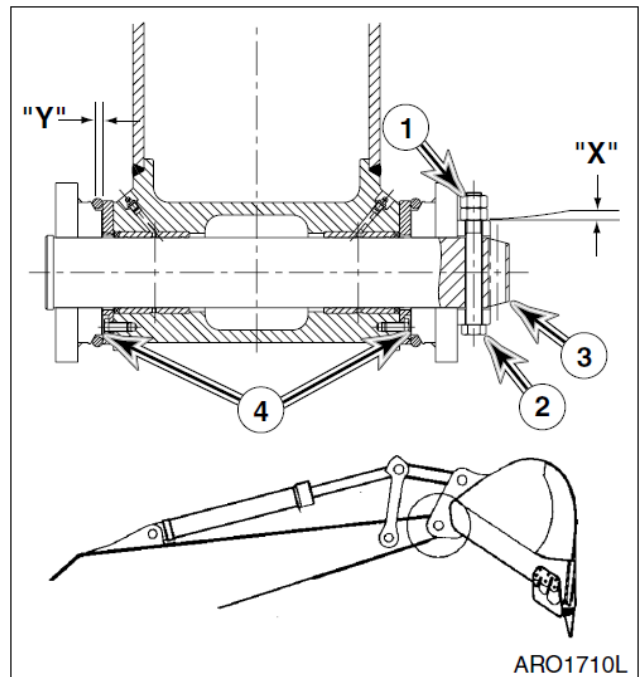

Рис. 10
2. Сместить ковш в сторону и проверить поперечный люфт под уплотнительными кольцами в точке присоединения. Суммарный зазор должен быть равен 1 мм между боковой стороной бобышки и внутренней стороной втулки проушины (Y, рис. 10). Слишком тугая посадка (меньше 1 мм) может вызвать чрезмерный износ, а слишком большой зазор может вести к повышенному шуму и быть потенциально опасным с точки зрения управления.
4. При необходимости регулировки снять две контргайки (1, рис. 10) и болт (2) с пальца (3). Добавить (или удалить) регулировочные шайбы (4) по мере необходимости. Следует использовать одинаковое количество шайб с каждой стороны. Установить болт (2) и две контргайки (1). Контргайки должны отступать от бобышки на 1-2 мм в точке (X).